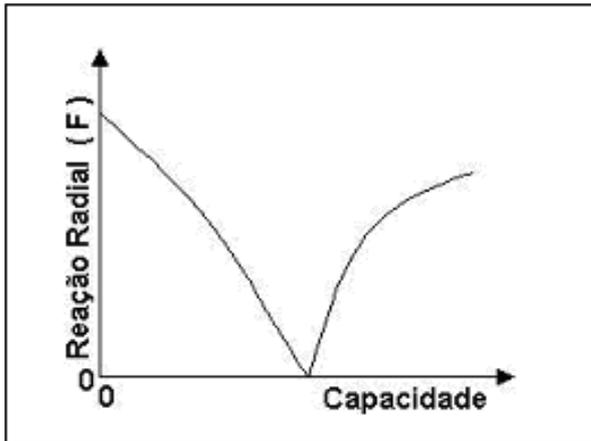

Figura 19 - Reação Radial
Uma função da carcaça é reduzir a velocidade na saída do impelido e converter esta energia de velocidade (energia cinética) em energia de pressão, o que é feito por meio da voluta (figura 18) ou do difusor (figura 19).
Nas bombas com carcaça em voluta, há o aparecimento de uma reação radial (F), quando a capacidade de operação for diferente da capacidade de projeto. A reação radial (F) varia com a capacidade conforme a figura 19.